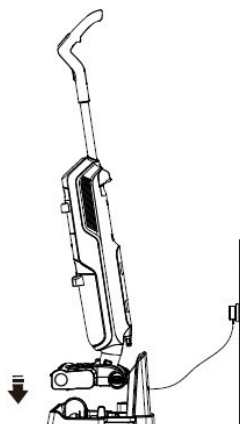

Fig. 14
- II . Remplacez l'appareil sur la station de charge comme indiqué sur la Fig. 14. Il démarre le programme de nettoyage automatique en priorité, veuillez donc appuyer sur le bouton "AUTO-CLEAN PAUSE" pour arrêter le programme de nettoyage automatique d'abord, puis il commencera à se charger avec le niveau de la batterie, voyant clignotant sur l'écran d'affichage numérique.